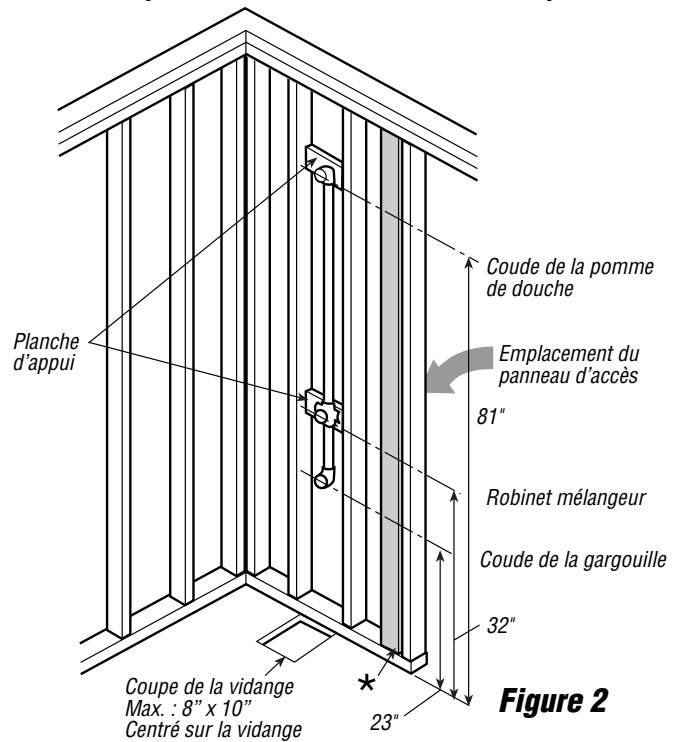

Figure 2
- La structure de plomberie doit être installée avant la baignoire ou les panneaux muraux. La figure 2 illustre l'emplacement suggéré des poteaux si une nouvelle plomberie est installée. Installez un panneau d'accès à l'arrière du mur à l'aide des appareils de plomberie. Si les appareils sont présents, vérifiez qu'ils laissent assez d'espace pour la baignoire et les panneaux. La plomberie doit respecter le code du bâtiment local.
Créez une plateforme de 2" x 4" (ou plus, selon les besoins de la vidange) afin d'élever la zone de la baignoire en entier et couvrez-la de sous-plancher. Cette plateforme doit être d'aplomb et droite sur les poteaux du mur. Lorsque vous installez la plomberie, ajoutez la hauteur de la plateforme aux dimensions illustrées à la figure 2.